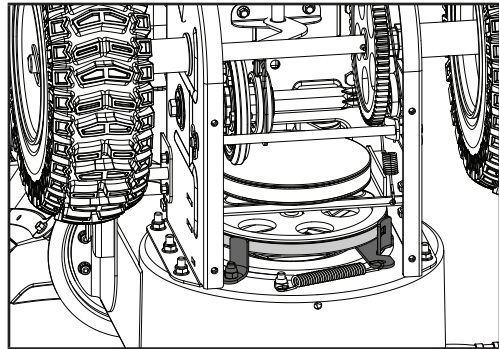

Figure 30
8. Assurez-vous que la courroie est bien installée sous le guide de la courroie sur le bras d'articulation de la poulie tendeur (figure 30).